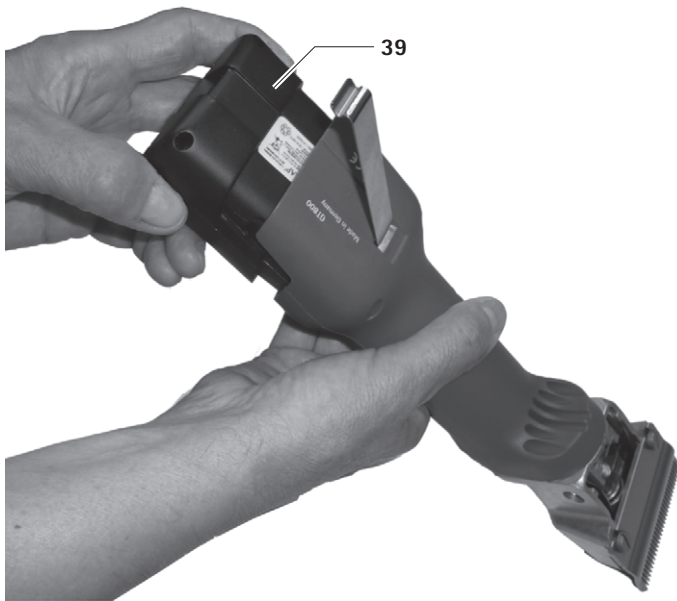

図 2
- リチウムイオンバッテリー **39** を引き抜き、充電するか充電済みのリチウムイオンバッテリー GT801 を充電式ヘアカッター **g** に押し込みます、図 2 を参照。